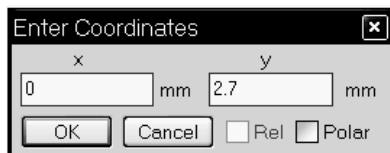
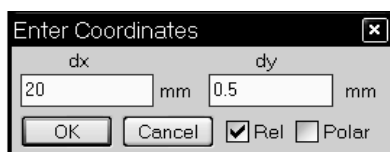

Рис. 3.9
Рис. 3.10
3. Щёлкните по значку **Rectangle Conductor**, установите курсор на левый край электромагнитной структуры и нажмите клавишу **Tab**. В открывшемся окне рис. 3.9 в поле **x** введите **0**, в поле **y** введите **2.7**. Нажмите **OK**. Снова нажмите клавишу **Tab** и в открывшемся окне рис. 3.10 в поле **dx** введите **20**, в поле **dy** введите **0.5**. Нажмите **OK**.